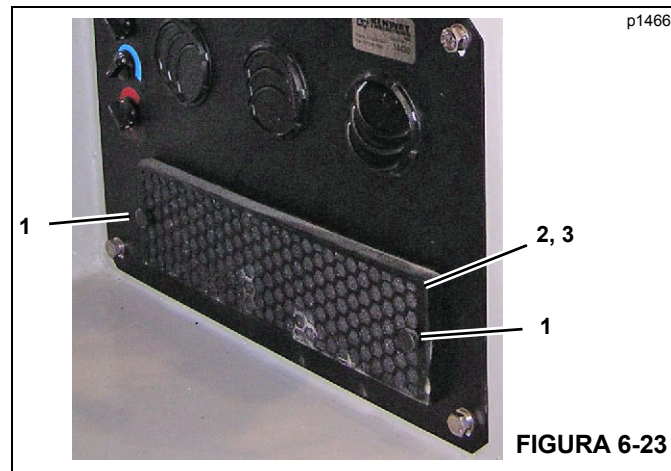

FIGURA 6-23
1. Remova os parafusos borboleta (1, Figura 6-23).
2. Remova a tampa de acesso (2).
3. Remova o filtro (3) e limpe-o com ar comprimido ou água e sabão suave.